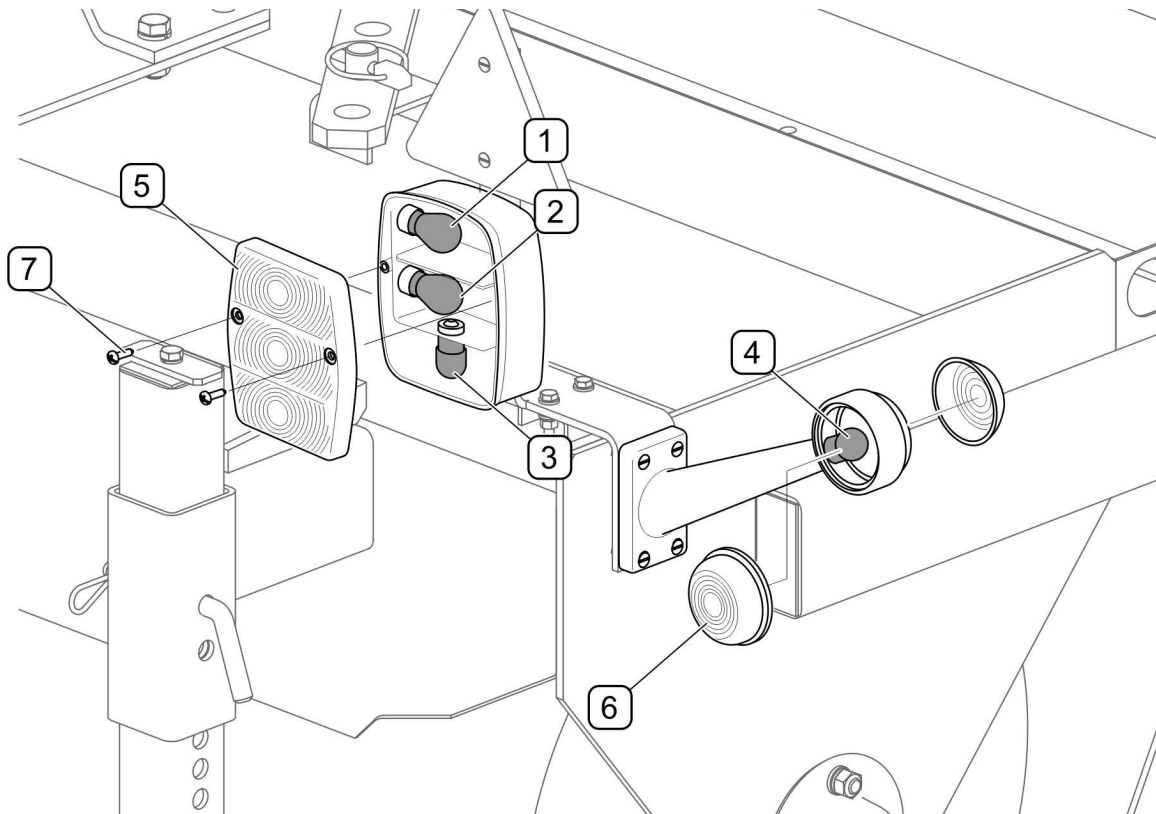

РИСУНОК 5.11 **Заміна лампочок**
(1) - лампочка покажчика повороту; (2) - лампочка стоп-сигналу; (3) - лампочка позиційного світла; (4) - лампочка габаритного світла; (5) - плафон комбінованого ліхтаря; (6) - плафон габаритного ліхтаря; (7) - гвинти
Після підключення до 7-полюсного гнізда тягача перевірити роботу освітлення. Якщо перегоріла лампочка в комбінованому ліхтарі, необхідно викрутити гвинти (7), що кріплять плафон (5), і замінити відповідну лампочку (РИСУНОК 5.11). Щоб замінити лампу (2) габаритного ліхтаря (А), необхідно вийняти плафон (6) з еластичного корпусу.
У разі несправності електричної системи системи поливання спочатку перевірте рівень води в баку та забруднення фільтрів (РИСУНОК 5.11), а також правильне підключення кабелю управління з вимикачем і кабелю живлення до водяного насоса.